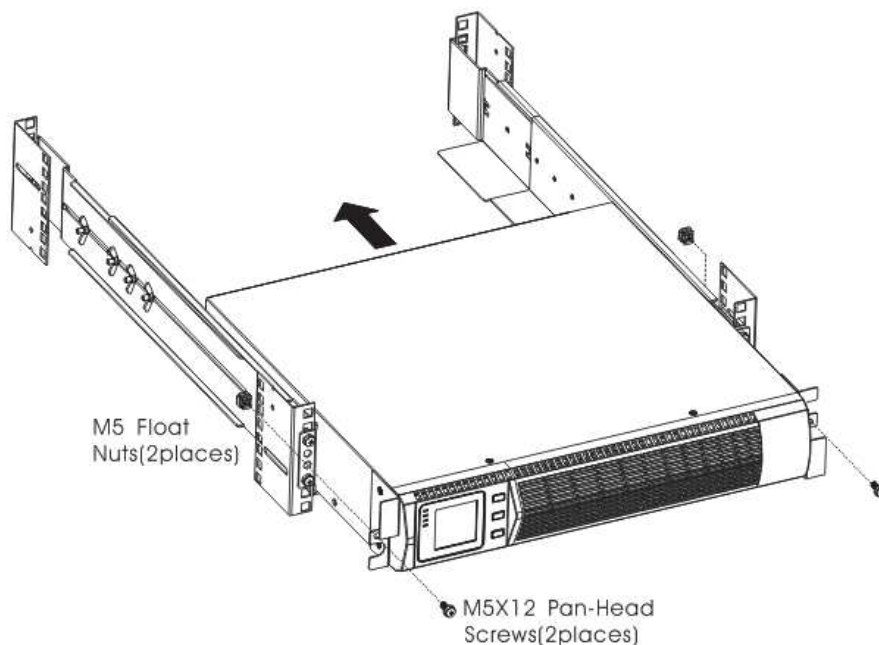

FIG.6 Fissaggio frontale dell'armadio
12. Fissare la parte anteriore dell'UPS al rack utilizzando una vite M5x12 a testa e uno dado in gabbia M5 su entrambi i lati (vedi fig. 6) . Installare la vite di fondo su ogni lato attraverso il foro inferiore della staffa di montaggio e il foro inferiore della guida.